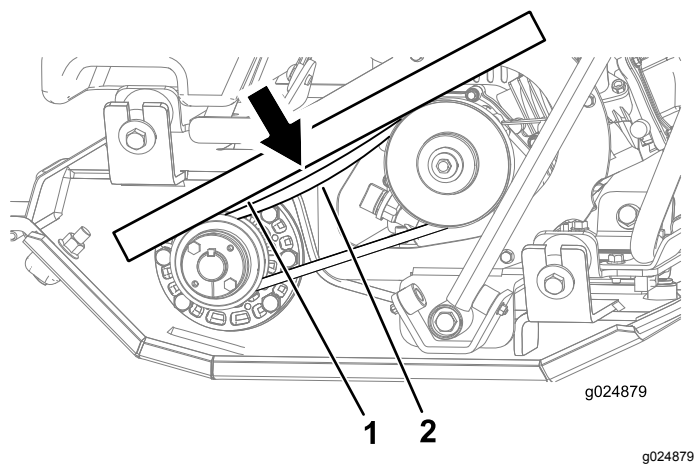

Figura 26
1. Coloque una regla sobre la correa y sobre las poleas (Figura 26).
2. Con un dinamómetro, presione hacia abajo sobre la correa en el punto intermedio entre las poleas (Figura 26).
Nota: La correa debe desviarse de la regla 7.6 mm (0.3") al empujar hacia abajo sobre la correa con una fuerza de 1.4–2.3 kg (3–5 libras) (Figura 26).